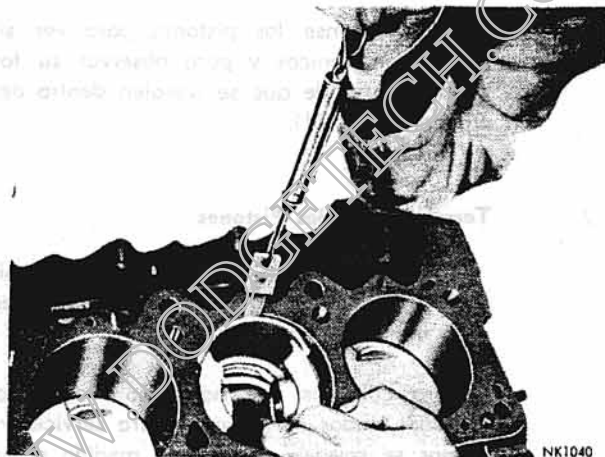

Fig. 32 - Ajuste del Pistón en el Cilindro.
3. El esfuerzo necesario de tracción que deberá realizarse, estará entre los valores de 2,280 a 4,560 Kgr (5 a 10 libras) (Fig. 32).